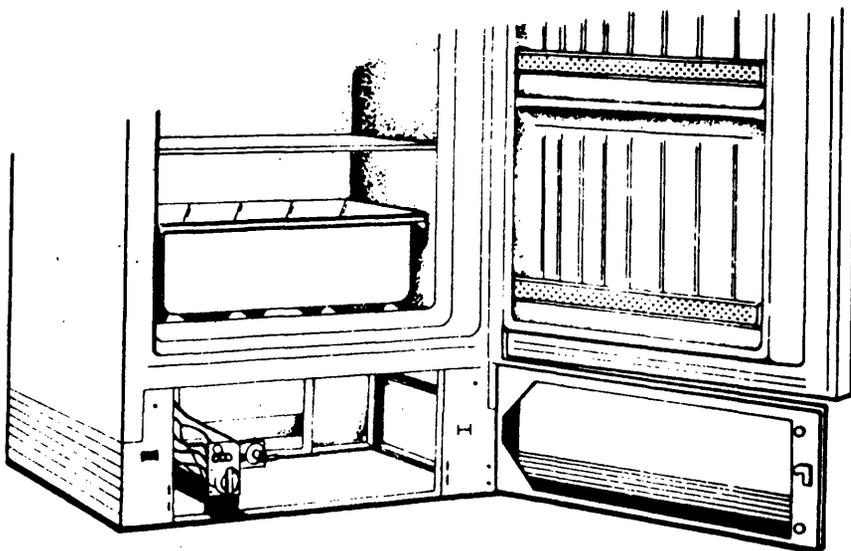

Fig. 3
- 2) Para los refrigeradores que usan combustibles (figs. 3 y 4) vea las instrucciones del fabricante.